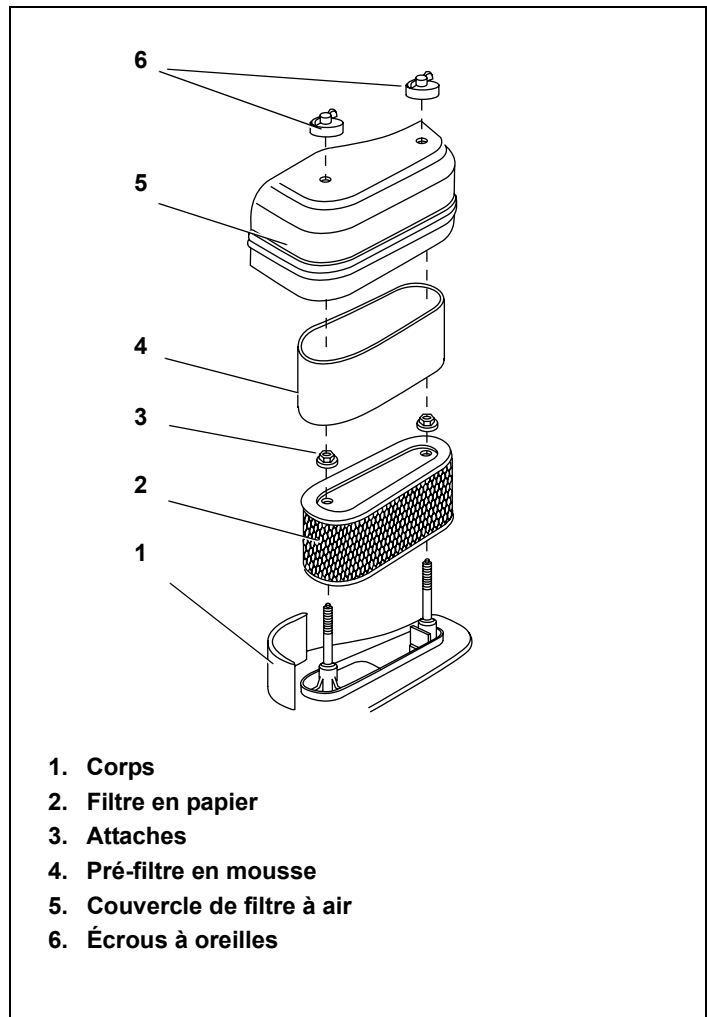

Figure 24. Composants de filtre à air
1. Ôtez les écrous à oreilles du couvercle de filtre à air. Voir la Figure 24.